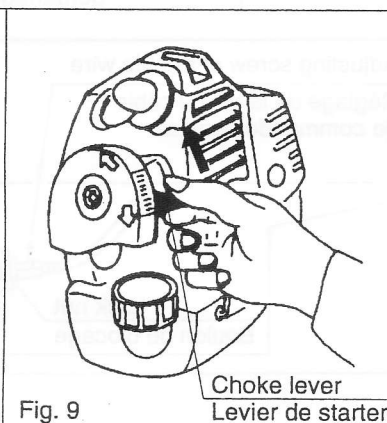

Fig. 9
- (5) Move the choke lever to the fully closed position (  mark side). When fuel is remaining and the engine is warm, move the choke lever to the fully open position (  mark side). (Fig. 9)
- (5) Placez le levier de starter en position entièrement fermée (  face marquée). Lorsqu'il reste du carburant et que le moteur est chaud, placez le levier de starter en position entièrement ouverte (  face marquée). (Fig. 9)